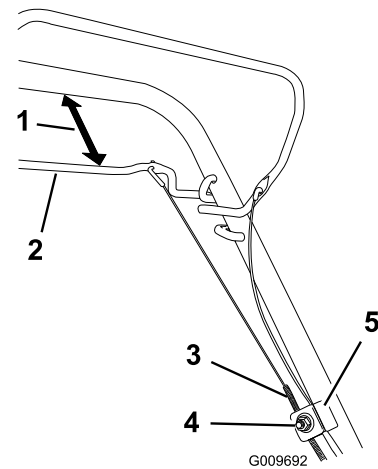

Bild 25
1. Lösen Sie die Kabelstützenmutter (Bild 25).
2. Halten Sie den Selbstantriebsbügel 25 bis 38 mm vom Griff entfernt (Bild 25).
3. Ziehen Sie den Kabelmantel (zum Rasenmäher), bis das Kabel stramm ist (Bild 25).